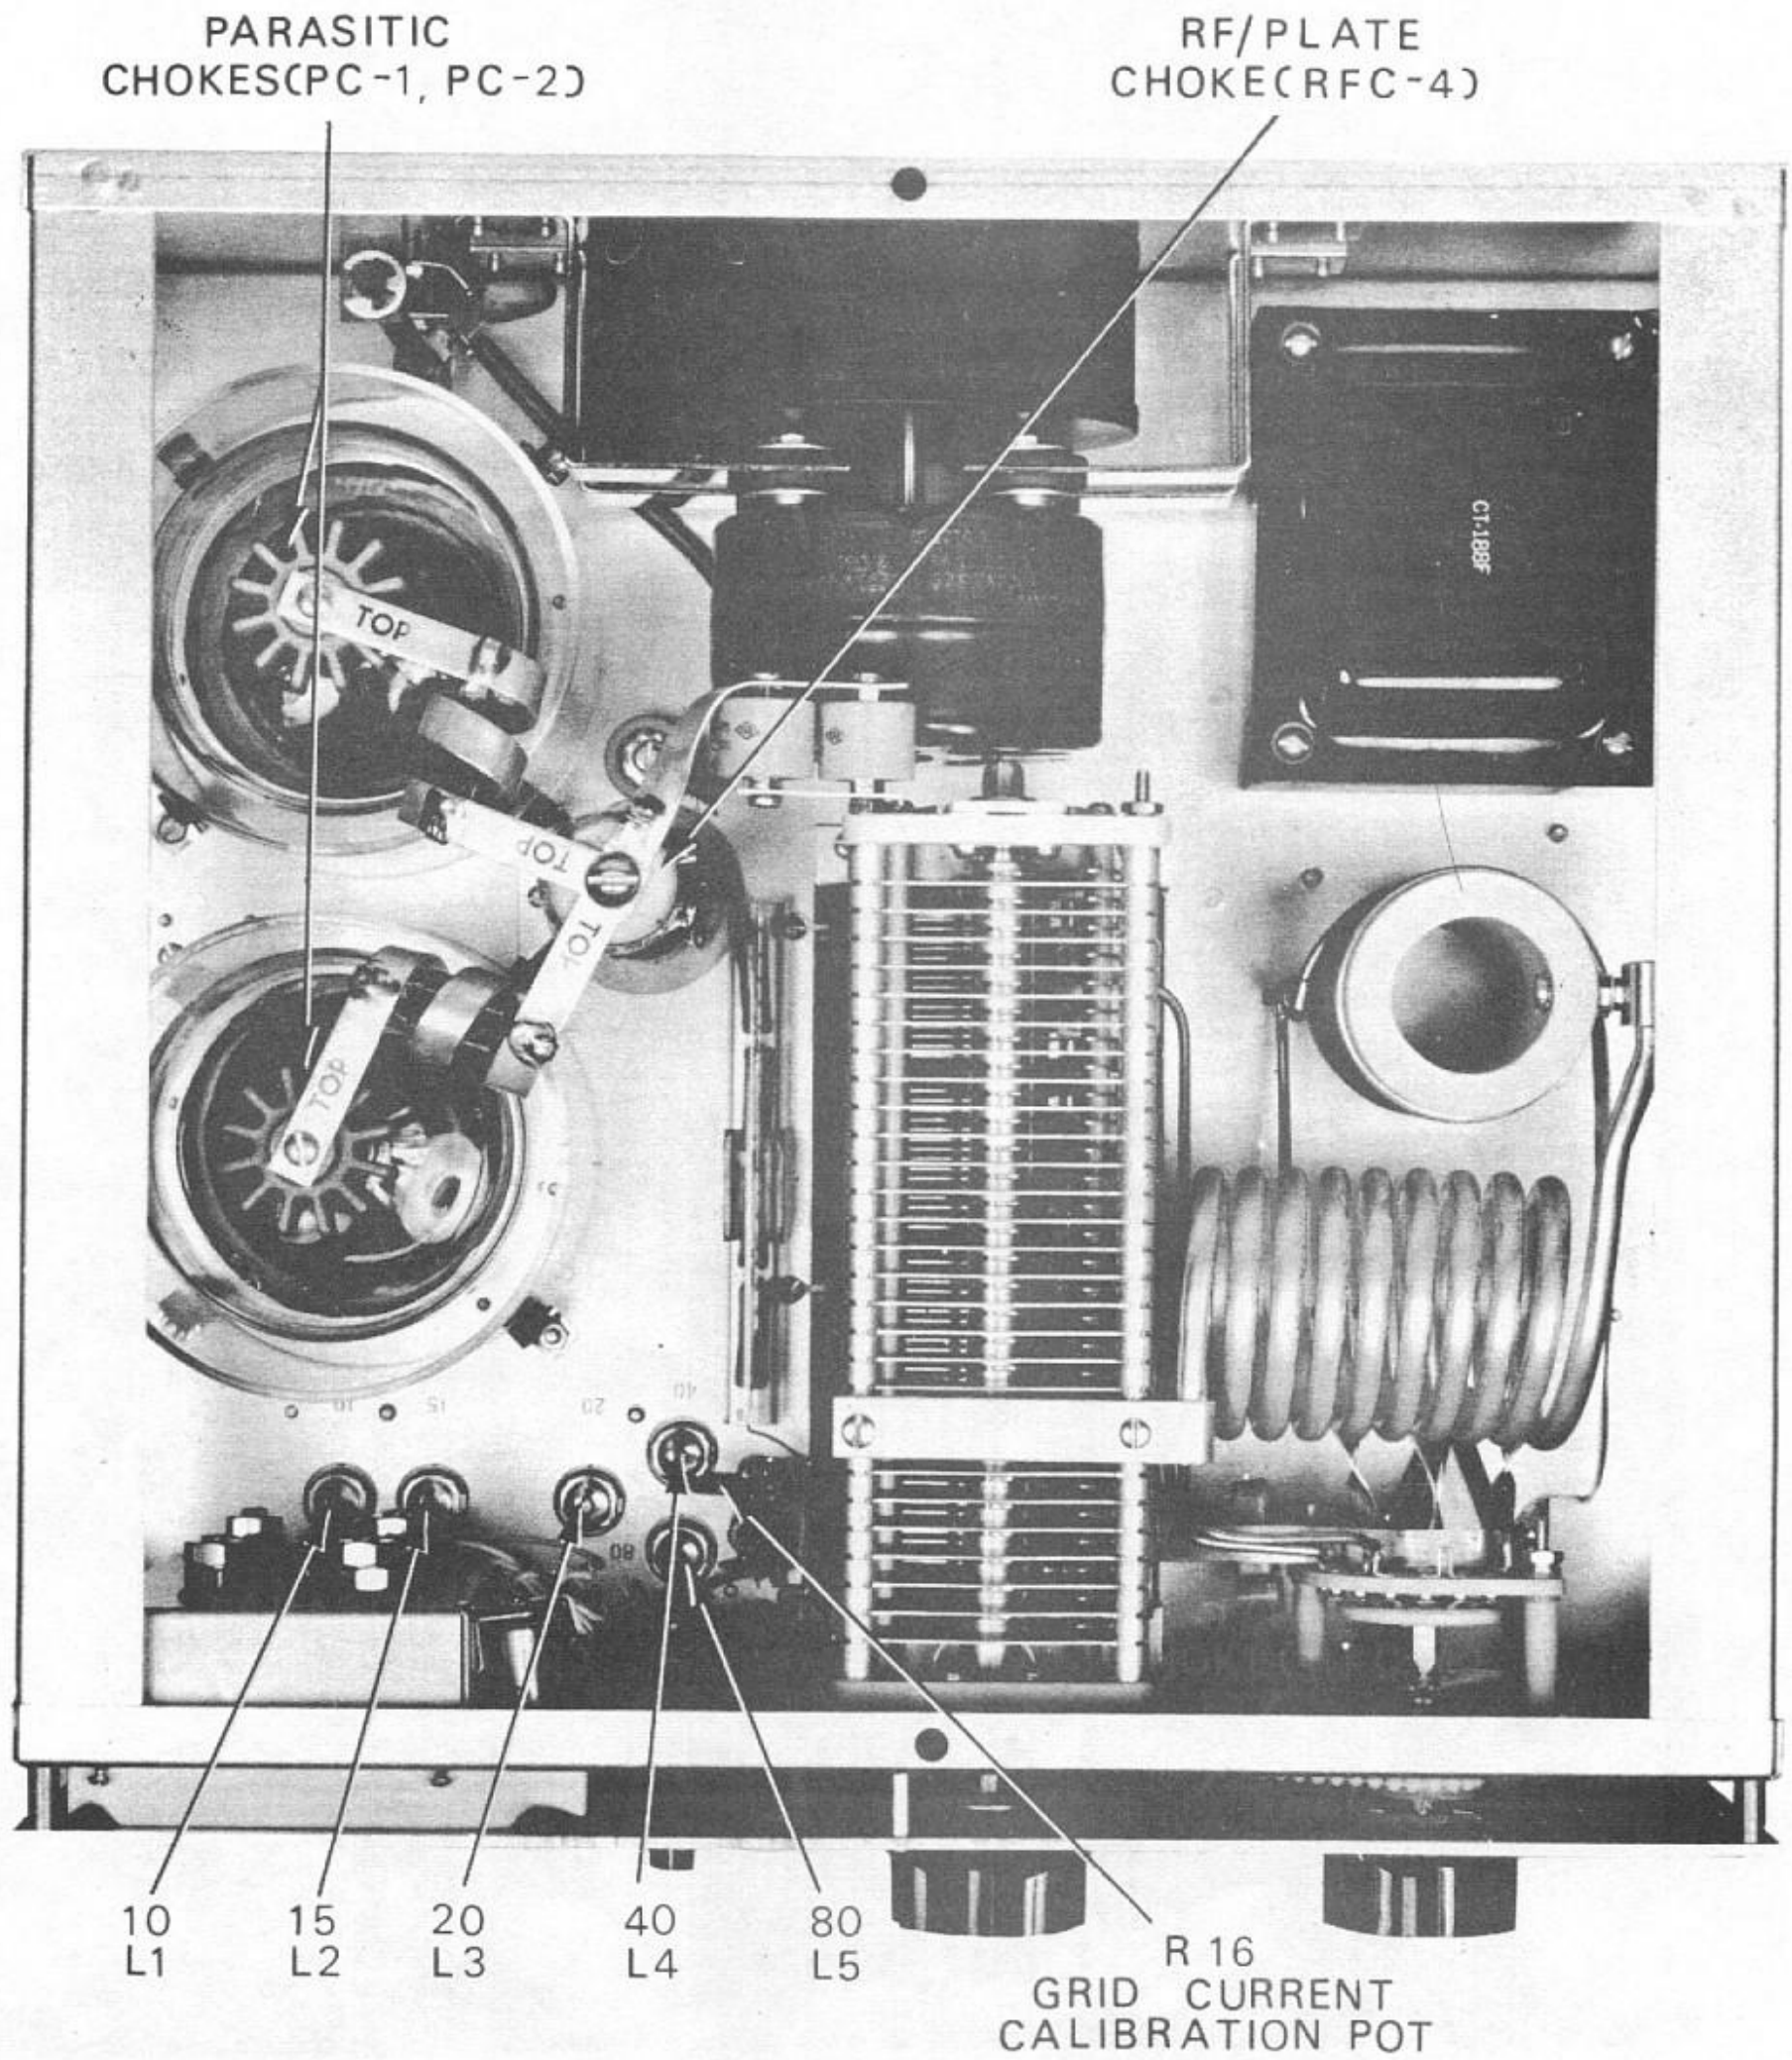

Fig. 5-1 Anordnung der Bauteile, Aufsicht
Sehen Sie sich die Fig. 5-1 und 5-2 an, damit Sie die Bauteile aufsuchen, die eine Justierung erfordern.
- Sehen Sie sich Fig. 5-1 an. Drehen Sie den Kern in der entsprechenden Eingangsspule auf eine Minimumanzeige in der reflektierten Leistung auf der SWR-Brücke.